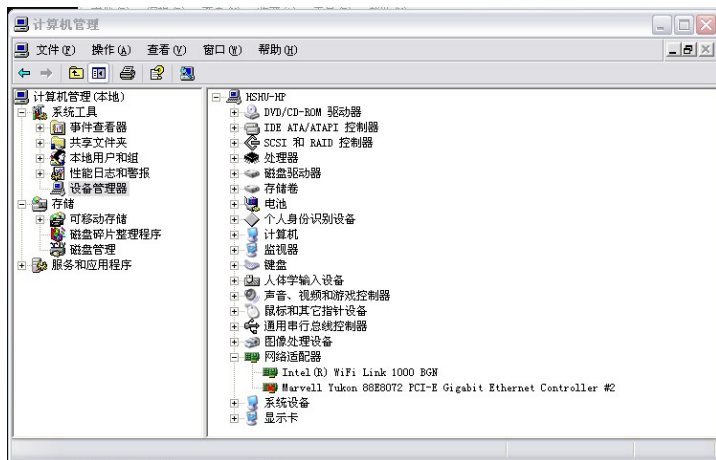

图 7-66 “设备管理器”窗口
- 安装过程结束以后, 会在计算机“设备管理器”窗口里看到网卡驱动已经正常安装, 如图 7-66 所示。